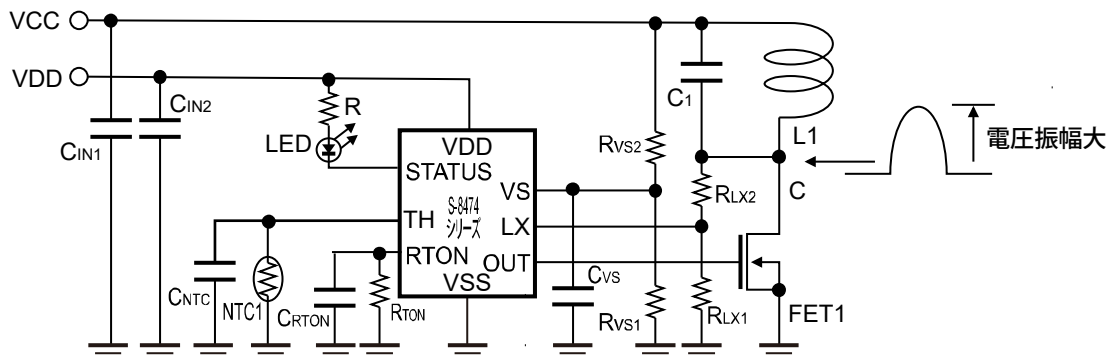

図49
- 図49のVCCには1kHz ~ 110kHz (LC共振周波数) の周波数成分のゆれが発生するような電源を使用しないでください。誤動作を引き起こす可能性があります。
- 図49のVDDには、誤動作防止のため、周波数成分のゆれが発生するような電源を使用しないでください。
- 図49の基板を設計する際、下記の理由でRTON端子、VS端子、TH端子のそばには配線を通さないようにしてください。抵抗 $R_{TON}$ は可能な限りRTON端子に近づけてレイアウトしてください。